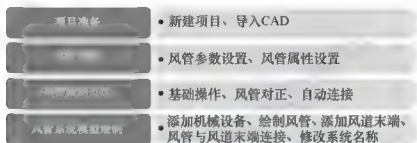

图 3.57 知识体系
- (1) 对照图 3.57，梳理自己所掌握的知识体系，并与同学相互交流、研讨个人对某些知识点或技能技巧的理解。
- (2) 根据风管的绘制方法，尝试绘制立管。
- (3) 载入不同的设备族、管道附件族等，查看不同族的类型属性。